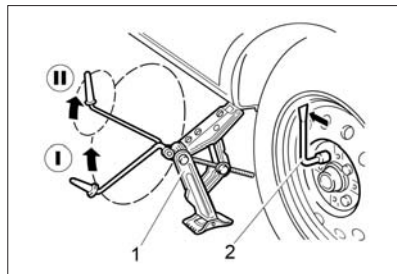

Рис. 51. Подъем автомобиля при замене колес
– ослабьте на один оборот комбинированным ключом 2 (рис. 51) болты крепления заменяемого колеса;